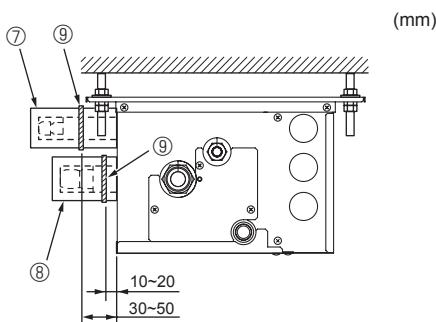

Fig. 7-5
► Gehen Sie wie folgt vor für die Teile des Verteilerkastens die nicht an einem Innengerät angeschlossen sind. (Fig. 7-5)
(1) Zur Verhinderung von Kältemittelaustritt sorgen Sie bitte dafür, daß die Konusmuttern gemäß den in Tabelle 3 angegebenen Drehmomenten\* angezogen sind.